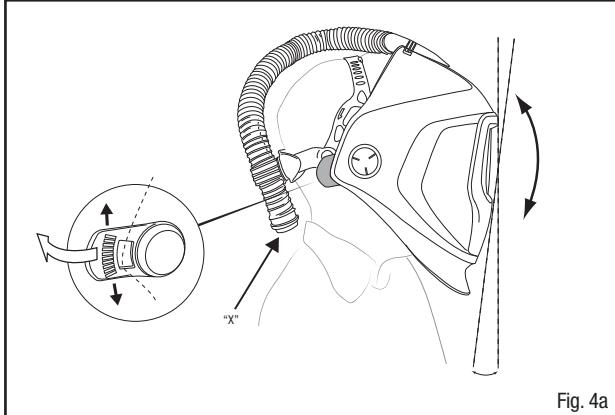

Fig. 4a
4. Avec le masque en place sur la tête, régler l'angle de vision vertical comme l'illustrent les Figs. 4a et 4b, de manière à optimiser le champ de vision et la position du masque par rapport au travail à effectuer.
Le tuyau de respiration se fixe à la pièce faciale aux endroits marqués d'un X aux Figs. 4a et 4b. Appuyer fermement contre l'extrémité du raccord articulé à déclenchement rapide jusqu'à ce qu'un déclic se fasse entendre. Tirer doucement sur le tuyau de respiration pour s'assurer qu'il est bien branché et qu'il ne peut être retiré sans appuyer sur les languettes de dégagement bleues. Une fois la pièce faciale branchée à une source d'alimentation en air approuvée et l'alimentation en air en marche ou réglée à la pression recommandée, s'assurer que l'air circule dans la pièce faciale.